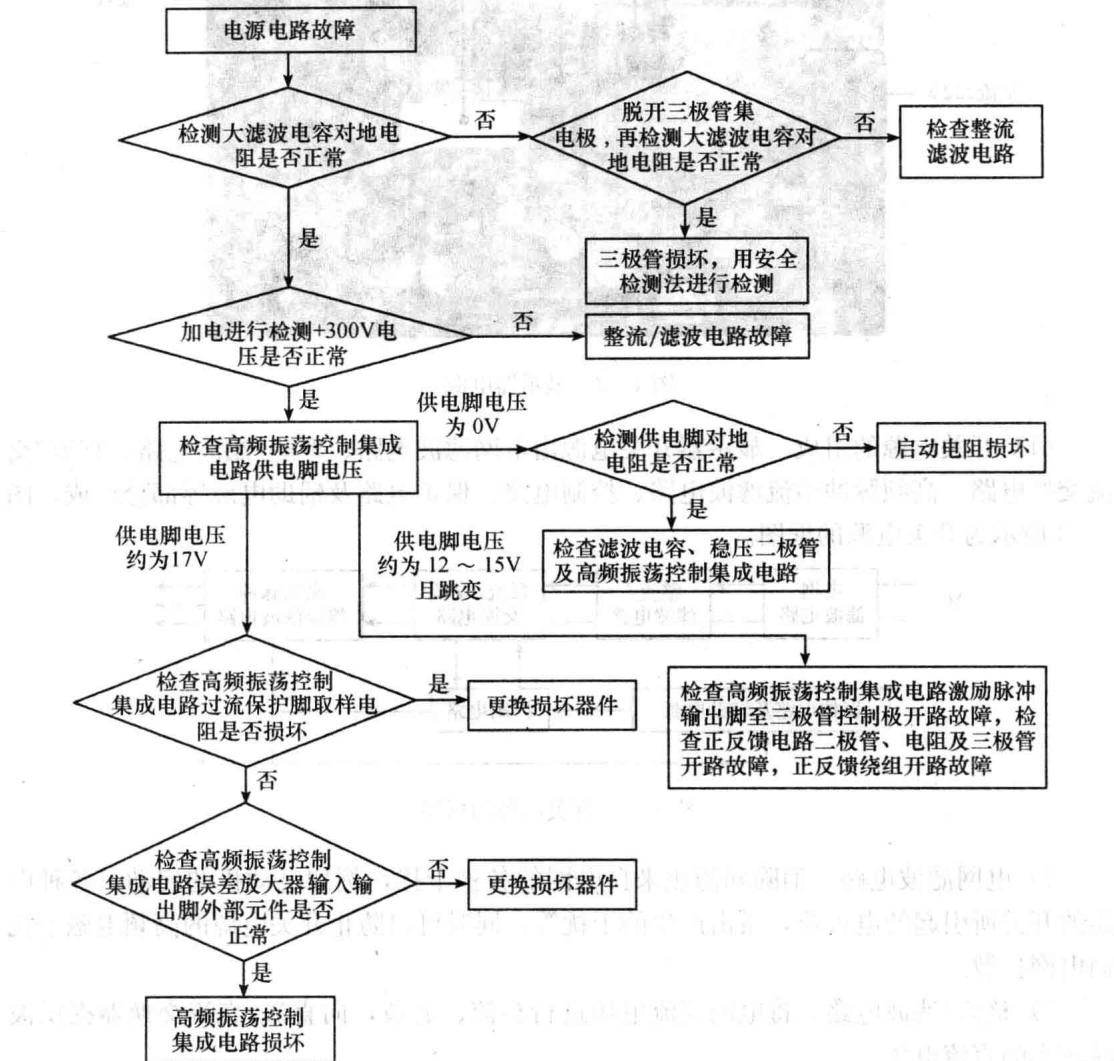

图 1—4 电源故障检修流程图
(2) 显示器电源检修步骤。当显示器电源出现故障后，可以按照如图 1—4 所示的流程进行检修。